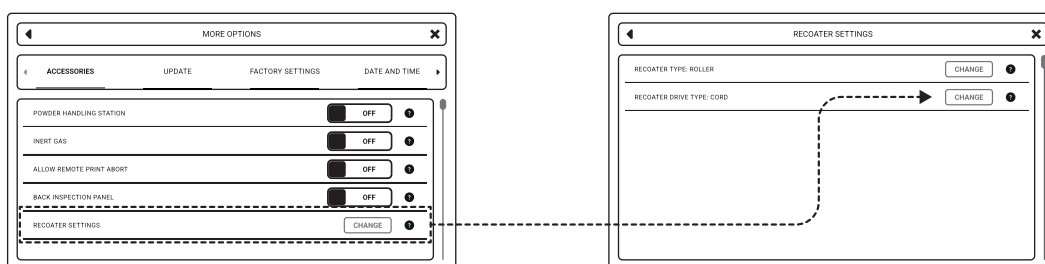

Rys. 17 Przykręć Recoater strip.
9. Za pomocą klucza imbusowego 2.5 mm przykręć wstępnie pasek do kątowników (rys. 17).